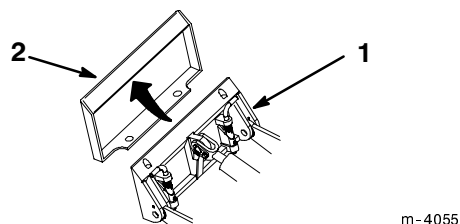

Abbildung 20
5. Die Montageplatte in der oberen Lippe der Zusatzvorrichtung-Aufnahmeplatte positionieren (Abb. 20).